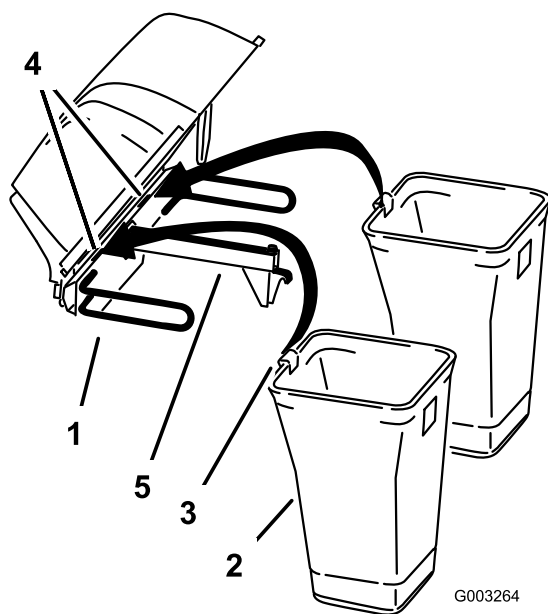
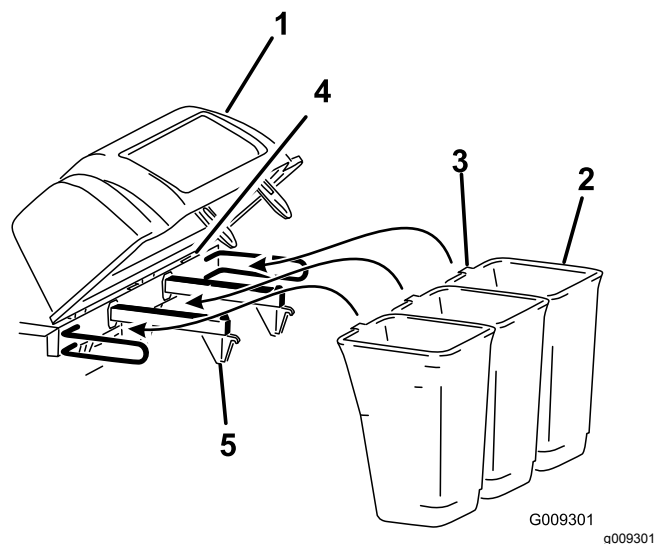

Figure 8
Figure 9
6. Insérez la languette du bac dans l'encoche du capot (Figure 8 ou Figure 9).